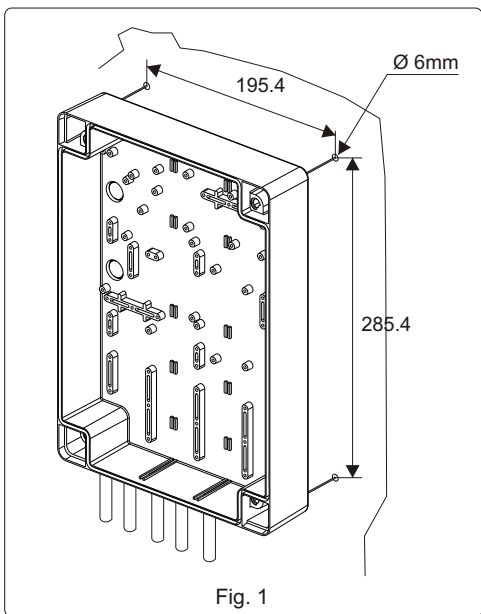

Fig. 1
- 3) Tracez les 4 points de fixation en utilisant le fond de la boîte en guise de gabarit ou faites référence à la distance d'entraxe indiquée sur la figure 1.